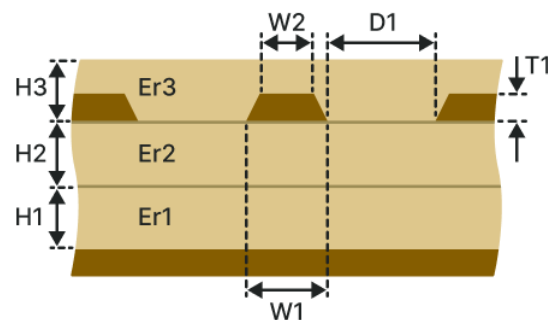

Рис. 168 Копланарная заглибленная ЛП с опорным слоем (КЗОС-2Н1В)
- Копланарная заглибленная ЛП с опорным слоем (КЗОС-2Н1В), см. Рис. 168.